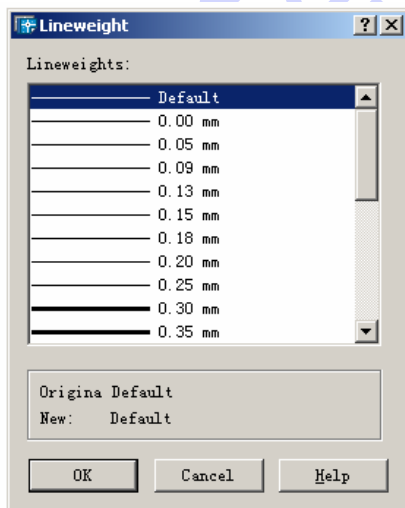

图 7-19 Line weight 对话框
7) Line weight 控制线宽。用户可以通过该选项按钮设置新的线型宽度。单击该选项,会弹出如图 7-19 所示的 Line weight (线宽)对话框,用户可从中选取新的线宽。